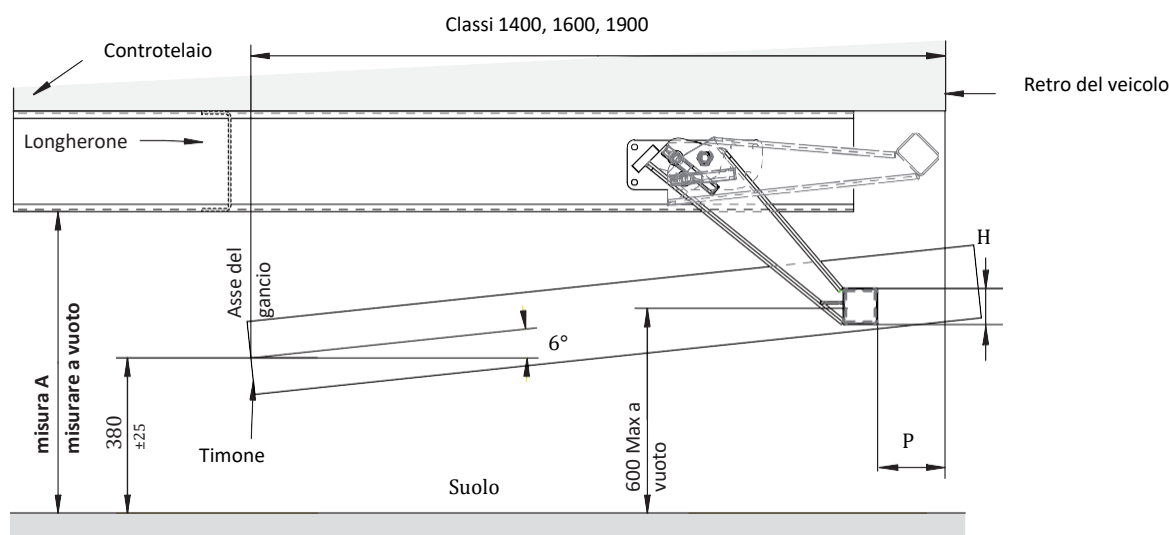

Fig.1
- In condizioni di manovra, l'angolo di articolazione deve essere in grado di raggiungere i 90° su ciascun lato del piano longitudinale del veicolo trainante, mentre l'angolo di inclinazione deve poter variare da 0° a 6° (vedi Fig. 1).